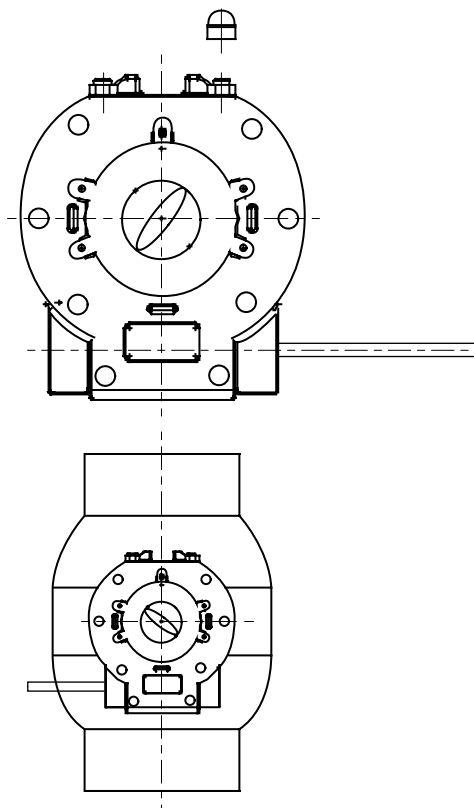

Рис. 1.
1.3 Установите редуктор в положение «открыто» – указатель положения редуктора должен указывать на положение OPEN: «открыто» (см. рис. 1).